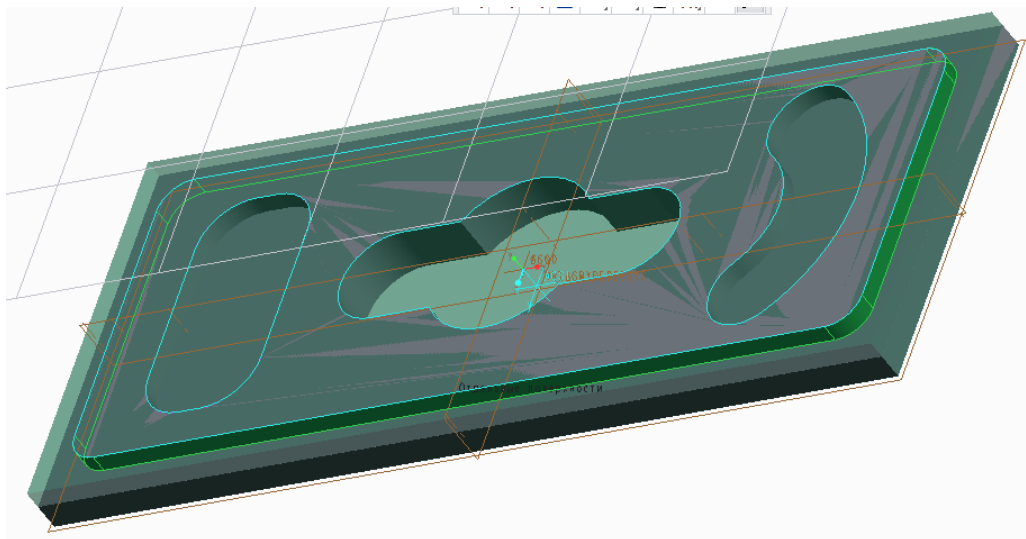

Рисунок 26 – Боковой контур детали
18. Следующая операция – фрезерование бокового контура (рис. 26). Ее выполнение аналогично предыдущей опера-